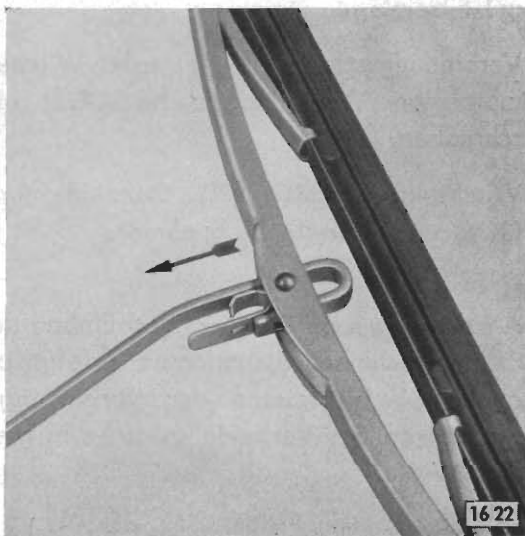

Bild 33 - Umgebogenes Ende des Wischerarmes aus Joch des Wischerblattes aushängen
3. Wischerblatt in Pfeilrichtung (Bild 33) zum Wischerarm führen und umgebogenes Ende des Wischerarmes aus Joch des Wischerblattes aushängen.